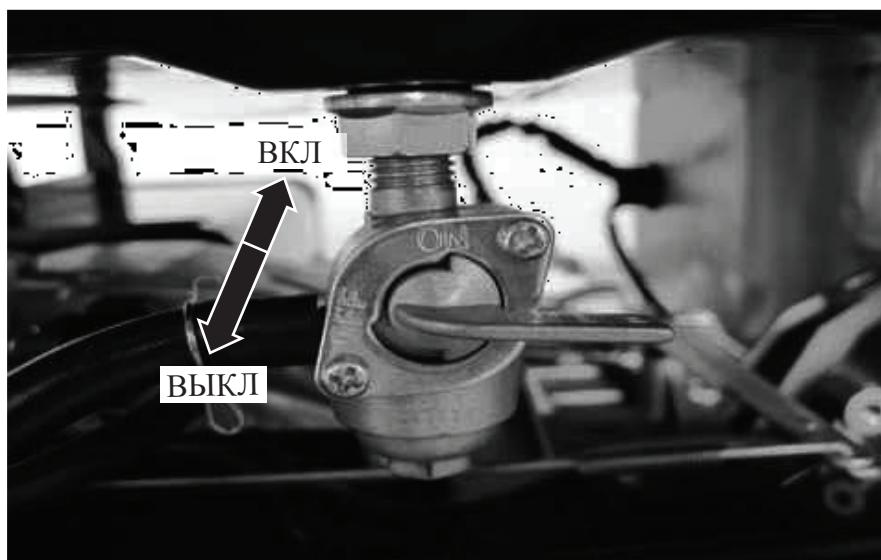

Рис. 3.5
1. Поверните рычаг топливного клапана 4 в положение «ВКЛ» (рис. 3.5).
3. Поверните рычаг топливного клапана 4 (рис. 2.2.1) в положение «ВЫКЛ» (рис.3.5).
- Переведите рычаг топливного клапана 4 в положение «ВЫКЛ» (рис. 3.5).
5. Переведите рычаг топливного клапана 4 в положение «ВКЛ», чтобы проверить наличие течи после очистки отстойника (рис. 3.5).